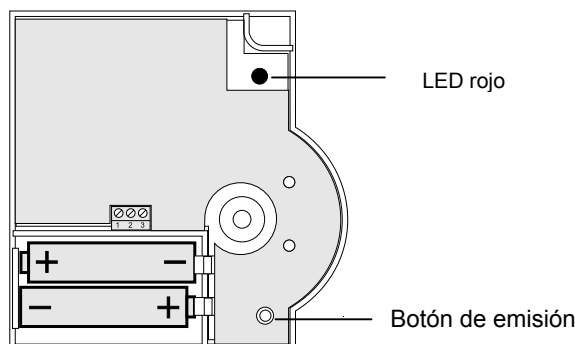

Figura 2: Polaridad de las pilas y el botón de emisión
- ▶ Ponga las pilas Mignon incluidas con la polaridad correcta (véase Figura 2). Si en el HCW 82/HCF 82 el LED rojo parpadea, deberán sustituirse las pilas (véase "Cambio de pilas", página 22).
- ▶ Active la sincronización durante 4 min, pulsando el botón de emisión del sensor de temperatura ambiente (véase Figura 2, botón de emisión).